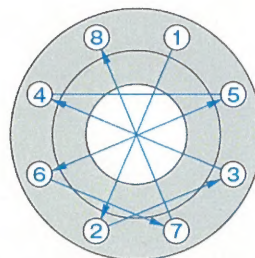

図7. 対角締め手順
- ① 図7のように、対角位置にあるボルトを順番に締め付ける。
- ② 締め付トルクは段階的に増加させ、（例えば目標締め付トルクの10% → 20% → 60% → 100%）均等に締め付ける。
- ③ フランジ面間の隙間をノギスなどで対角に4箇所測定し、片締めしていないか確認する。